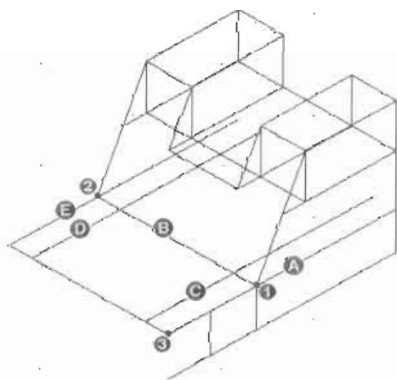

图 11-37
(5) 按功能键 F5 切换到左视平面, 然后继续复制直线, 复制效果如图 11-37 所示, 命令执行过程如下。
//选择图 11-37 中的 A 直线
//捕捉图 11-37 中的点 1
//捕捉图 11-37 中的点 2
//光标指向图 11-37 中的 B 直线的中点处
//选择图 11-37 中的 E 直线
//选择图 11-37 中的 B 直线
//捕捉图 11-37 中的点 3